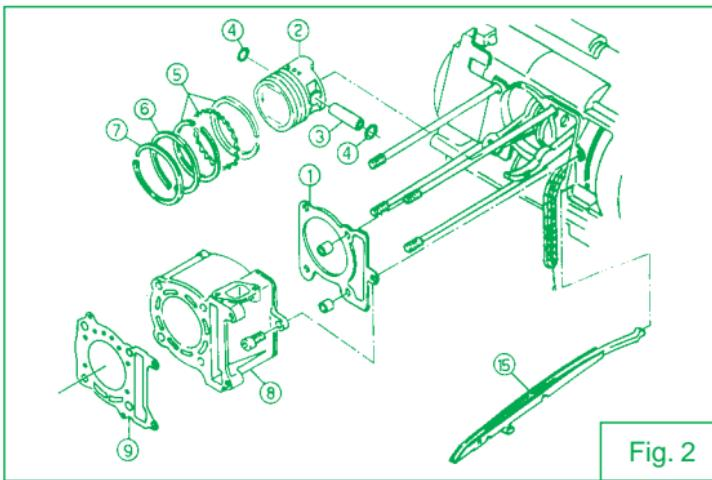
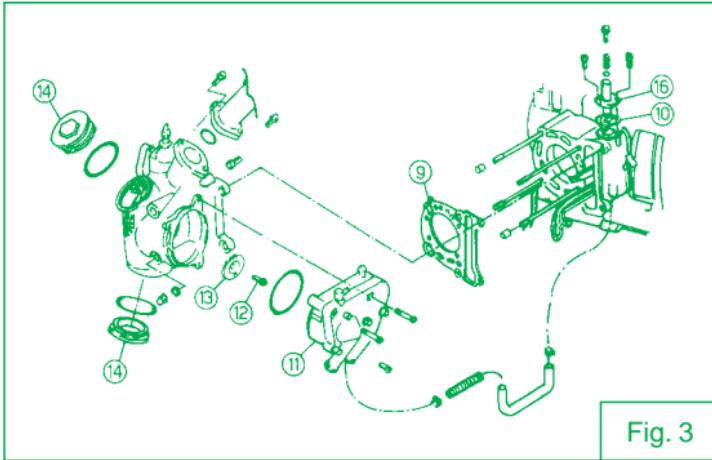

Fig. 2
Fig. 3
- 4) Smontare la pompa dell'acqua (Fig. 3 - n. 11).
- 7) Smontare i tappi (Fig. 3 - n. 14), e assicurarsi che vi sia del gioco tra bilancieri e valvole come ulteriore conferma che il pistone sia al PMS.
- 8) Rimuovere il tendicatena (Fig. 3 - n. 16).
- 9) Smontare vite (Fig. 3 - n. 12) ed estrarre la ruota dentata (Fig. 3 - n. 13).
- 11) Estrarre il guidacatena (Fig. 2 - n. 15).
- 7) Montare il guidacatena (Fig. 2 - n. 15), la guarnizione di testa (Fig. 3 - n. 9), ed i grani.
- 9) Posizionare la ruota dentata (Fig. 3 - n. 13) sulla catena, poi inserirla nell'apposita sede sull'albero a camme.
- 10) Montare il tendicatena (Fig. 3 - n. 16) utilizzando la guarnizione nuova in dotazione.
- 11) Se ritenete di essere sicuri di quanto appena fatto potete stringere la vite (Fig. 3 - n. 12) usando una coppia di serraggio da 25 a 35 Nm.
- 12) A questo punto è possibile montare la pompa dell'acqua (Fig. 3 - n. 11), avendo cura di inserire il dente di traino nell'asola presente sulla vite che stringe la ruota dentata (Fig. 3 - n. 12), ed il carburatore. Verificare il gioco delle valvole con uno spessimetro ed avvitare i tappi (Fig. 3 - n. 14). Rimontare il motore sul telaio.